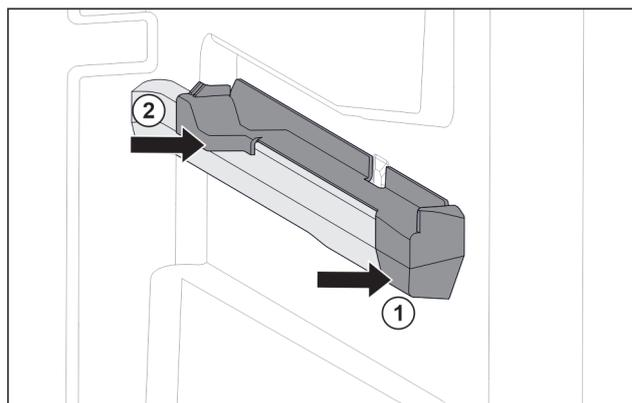

Fig. 57 Élément emboîtable sur la nervure de récipient droite
- ▶ Poser le devant de l'élément emboîtable contre la nervure de récipient. Fig. 57 (1)
- ▶ Enfoncer l'arrière de l'élément emboîtable. Fig. 57 (2)